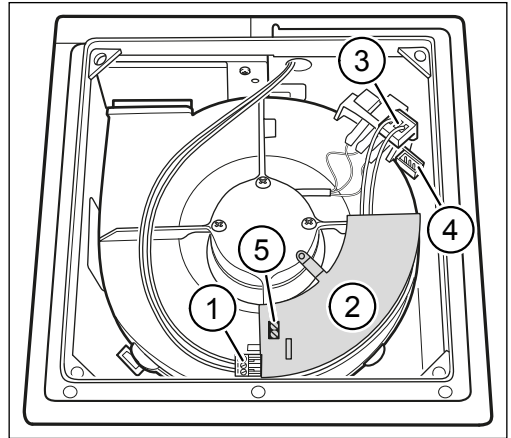

Abb. 12: Netzkabel und Steuerkabel an Lüftermotor mit Steuermodul anschließen
- ▶ Stecken Sie den 3-poligen Stecker des Netzkabels (Pos. 1 in Abb. 12) in die 3-polige Buchse am Steuermodul (Pos. 2 in Abb. 12) ein.
- ▶ Stecken Sie den 3-poligen Stecker (Pos. 3 in Abb. 12) des Steuermoduls in die 3-polige Buchse (Pos. 4 in Abb. 12) an der Unterseite der Motorplatine.
- ▶ Überprüfen Sie bei Gerätetypen mit Steuereingang die 2-polige Anschlussklemmenbelegung (Pos. 5 in Abb. 12) für das Steuerkabel gemäß den Schaltbildern für die Lüftermotoren G-4, siehe Abschnitt 9.5 und 9.6 auf Seite 23.
- ▶ Falls das Steuermodul über einen Steuereingang verfügt, schließen Sie das 2-polige Steuerkabel an die 2-polige Klemme (Pos. 5 in Abb. 12) auf dem Steuermodul an.
- siehe Pos. 1 in Abb. 12 auf Seite 19 bei Lüftermotoren **mit Steuermodul**
- ▶ Falls das Steuermodul über einen Steuereingang verfügt, lösen Sie das 2-polige Steuerkabel von der 2-poligen Klemme (Pos. 5 in Abb. 12 auf Seite 19) am Steuermodul.